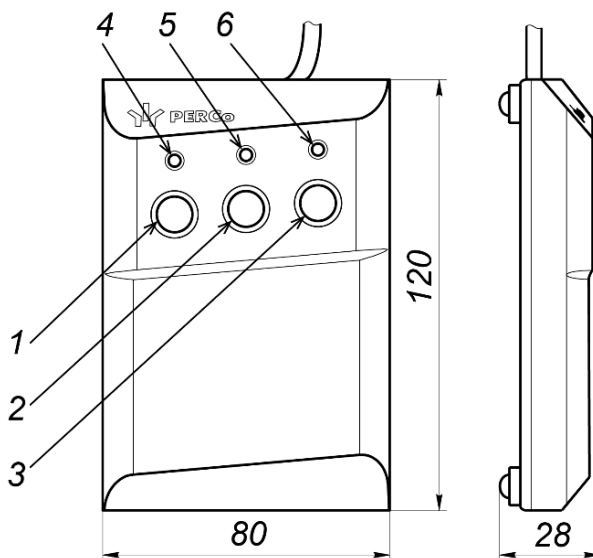
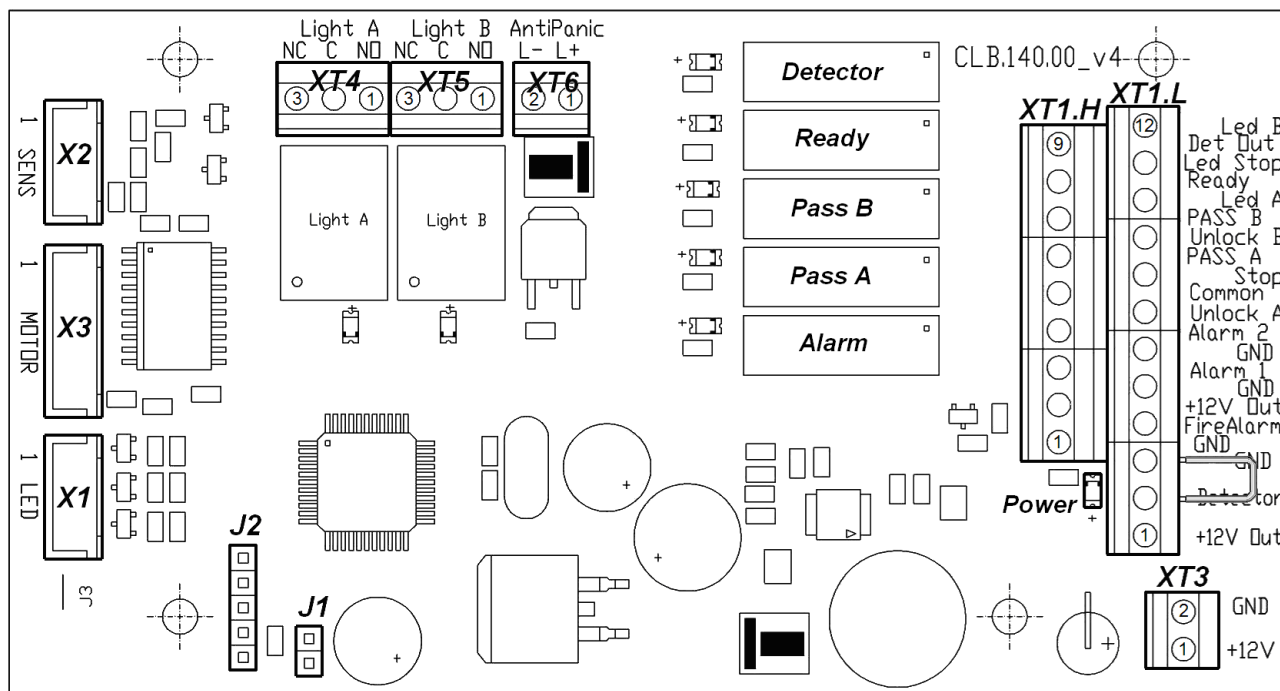

Рисунок 4. Общий вид и габаритные размеры ПДУ
Рисунок 5. Внешний вид платы управления
ПДУ (9) выполнен в виде небольшого настольного прибора в корпусе из ударопрочного АБС пластика и предназначен для задания и индикации режимов работы при ручном управлении турникета. ПДУ подключается к плате гибким многожильным кабелем (10) через клеммную колодку **XT1.L** (см. рис. 5). Общий вид ПДУ показан на рис. 4.
Внутри стойки расположен кронштейн с установленной платой управления (см. рис. 5) и клеммами для подключения внешних устройств. К плате подключаются ПДУ, выходы СКУД, устройство РУ (при его использовании), устройство аварийного открытия прохода *Fire Alarm* (далее – *устройство Fire Alarm*). На клеммы подключения внешних устройств выведены линии подключения источника питания, линии сигналов считывателей. Подключение внешних устройств производится в соответствии со схемой электрических соединений турникета (см. рис. 13).
На плате управления (см. рис. 5) расположены:
Выбор режима управления осуществляется снятием / установкой переключки на разъем **J1** платы управления. Расположение разъема **J1** показано на рис. 5. При поставке переключка установлена, что соответствует импульсному режиму управления турникетом. Для перехода в потенциальный режим управления снимите переключку. Изменение режима управления произойдет после включения турникета.